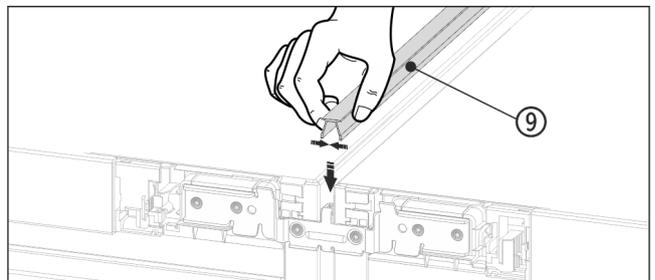

Fig. 17
- ▶ 在表面，将短护板条 Fig. 17 (9) 压入水平缝隙中。